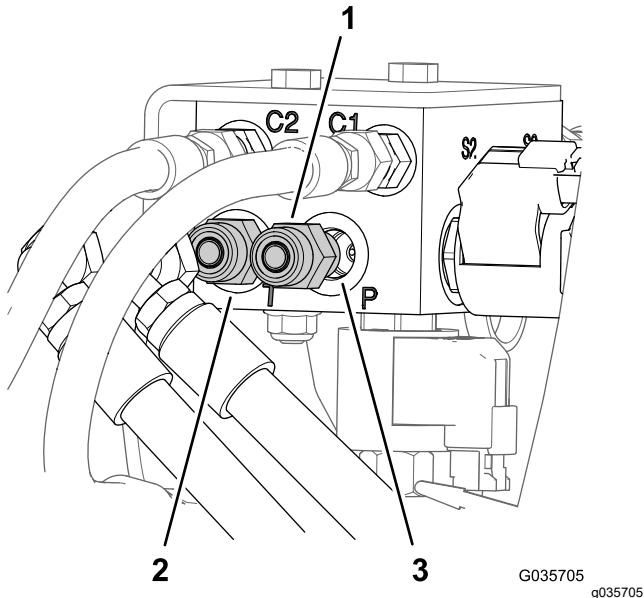

Рисунок 9
1. В задней части опрыскивателя промаркируйте шланги, подсоединеные к отверстию P и отверстию T коллектора подъемного цилиндра (Рисунок 9).
2. Отсоедините шланги от прямых гидравлических штуцеров в отверстиях P и T коллектора подъемного цилиндра (Рисунок 9).
3. Выверните прямые гидравлические штуцеры из отверстий P и T старого коллектора подъемного цилиндра (Рисунок 9).